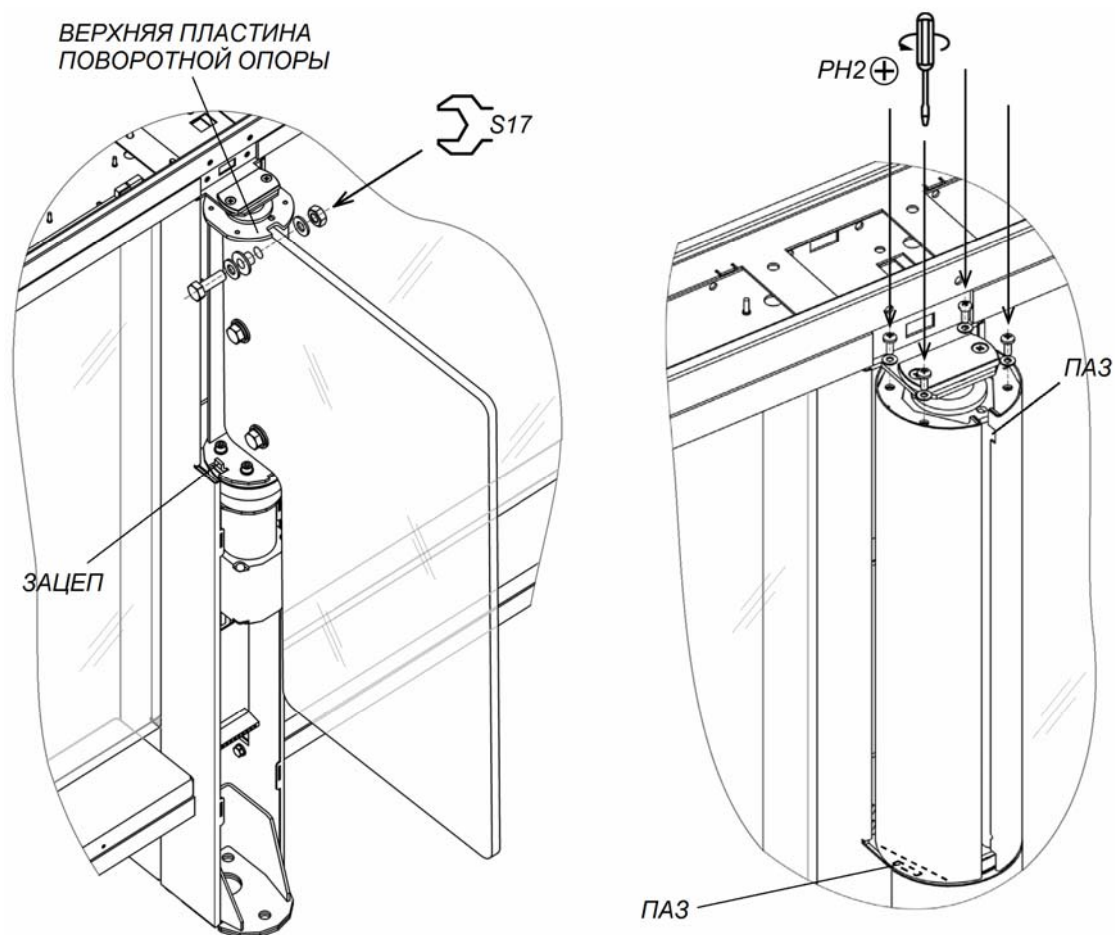

Рисунок 20. Створка и кожух створки
22. Распакуйте стеклянные створки (1) и произведите их монтаж (рис. 20, разд. 8.9.3).
23. Установите кожухи створок (4) из комплекта принадлежностей (рис. 20, разд. 8.9.4).
Снятие или установку створки производите вдвоем. Створка к поворотной опоре крепится в трех местах при помощи болтов M10×30, шайб 10, втулок пластиковых и гаек M10 (см. рис. 20). Используйте рожковые ключи S17.
2. Смонтируйте одну из частей кожуха на поворотную опору створки. Для этого оденьте кожух на верхнюю пластину поворотной опоры через пазы в верхней части кожуха, после чего сдвиньте кожух вниз до конца, введя нижний паз кожуха в зацеп, расположенный в нижней части поворотной опоры (см. рис. 20).